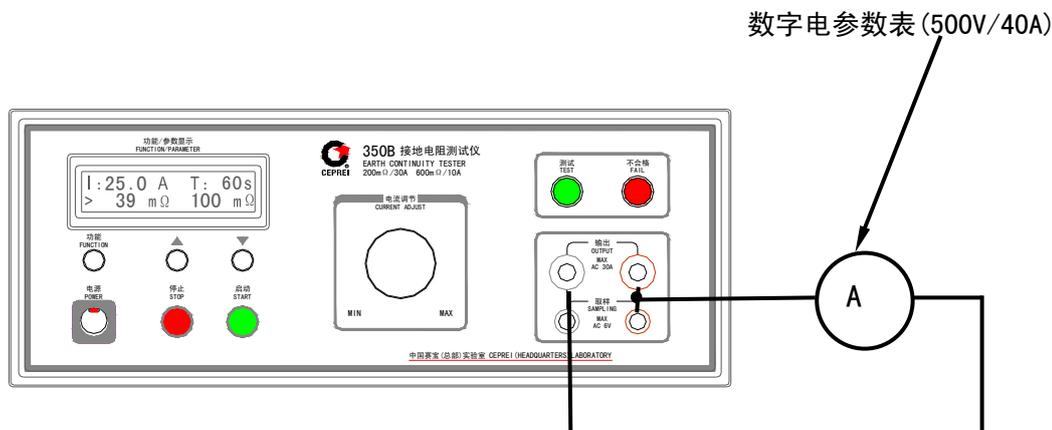

图 15 电流参数调试校准示意图
(1) 在进行电流参数调试校准时，需外接能测到 40A(AC)的数字电参数表进行电流的校准，见图 15 电流参数调试校准示意图。
(2) 仪器按图 15 连接后，先按“功能”键，选择 F 或 G 参数：
(3) 按“启动”键后再旋转调压器得到需要的电流值，如果 LCD 显示的电流值小于或大于数字电参数表的电流测量值，按“停止”键，再通过按“递增(▲)”键或“递减(▼)”键增加 F 或 G 的参数值，设置完后，又按“启动”键，观察 LCD 电流显示值是否与数字电参数表的电流测量值相同，如果不相同，再改变 F 或 G 的参数值，直到相等为止；